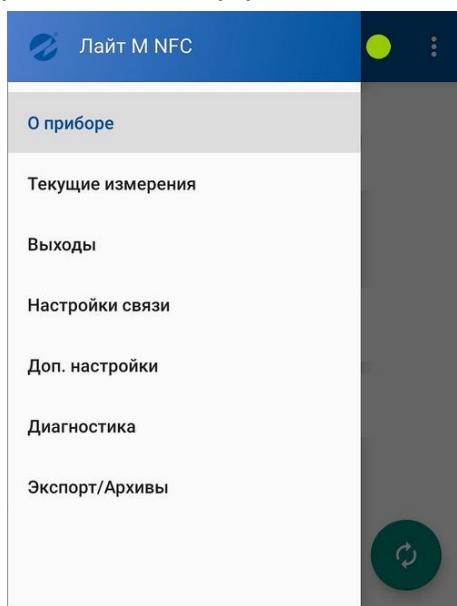

Рис.27. Вид главного окна приложения «Лайт M NFC».
4.2.2.1. После запуска приложения «Лайт M NFC» открывается его главное окно (рис.27), содержащее набор элементов, характерных для приложений с графическим интерфейсом.